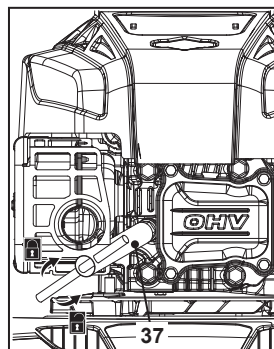

Fig. 32
2. Desserrer la bougie dans le sens antihoraire à l'aide de la clé à bougie (37) et la retirer avec précaution (Fig. 32).